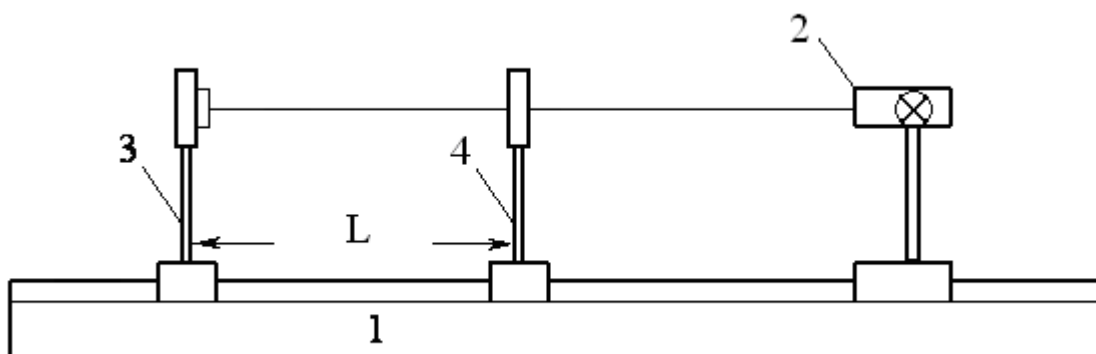

Рис. 2.
Схема установки изображена на рис. 2.
1. Установить лампу на оптическую скамью (рис.2).
2. Установить на оптической скамье держатели 3 и 4 (рис.2)
11. Для каждого измерения по формуле (10) вычислить длину волны  $\lambda$  и занести в таблицу 1.
5. Регулируя накал нити пирометрической лампы реостатом R (рис. 2) добиться одинаковой яркости нитей пирометрической лампы и лампы накаливания. При этом четкость изображения достигается подстройкой окуляра. Соответствующее значение силы тока  $I_2$  с цифрового прибора занести в таблицу 1. Измерения провести не менее 3 раз, каждый раз изменяя накал лампы пирометра и снова выравнивая яркость. Вычислить среднее значение силы тока  $I_2$ .
9. Вычислить по формуле (14) температуру  $T$  нити лампы накаливания, используя найденные значения  $T_y$  и  $\alpha_{\lambda,T}$ .